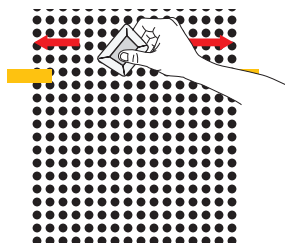

Figure 04
- › Commencer l'application du vinyle avec la raclette MARVITRE en formant un angle de 30° et un sens d'application du centre vers les bords. (FIG. 04)